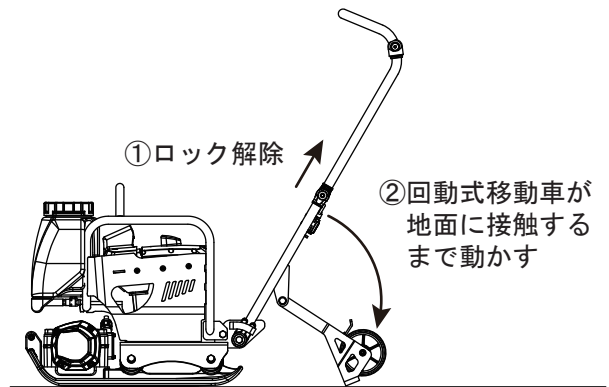

図 5
2. 回動式移動車が、収納位置から運転位置に正しく作動するか確認してください。(図5)